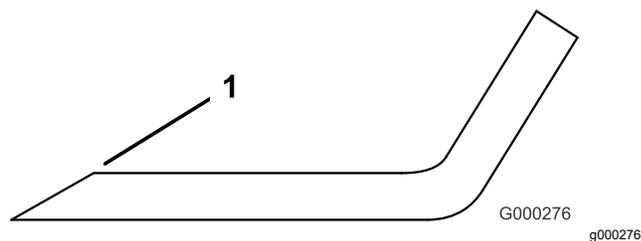

Figure 125
3. Examinez les tranchants de toutes les lames et aigüisez-les s'ils sont émoussés ou ébréchés (Figure 125).
Remarque: N'aigüisez que le haut du tranchant et conservez l'angle de coupe d'origine pour obtenir une coupe nette (Figure 125). Limez la même quantité de métal sur les deux tranchants pour ne pas déséquilibrer la lame.